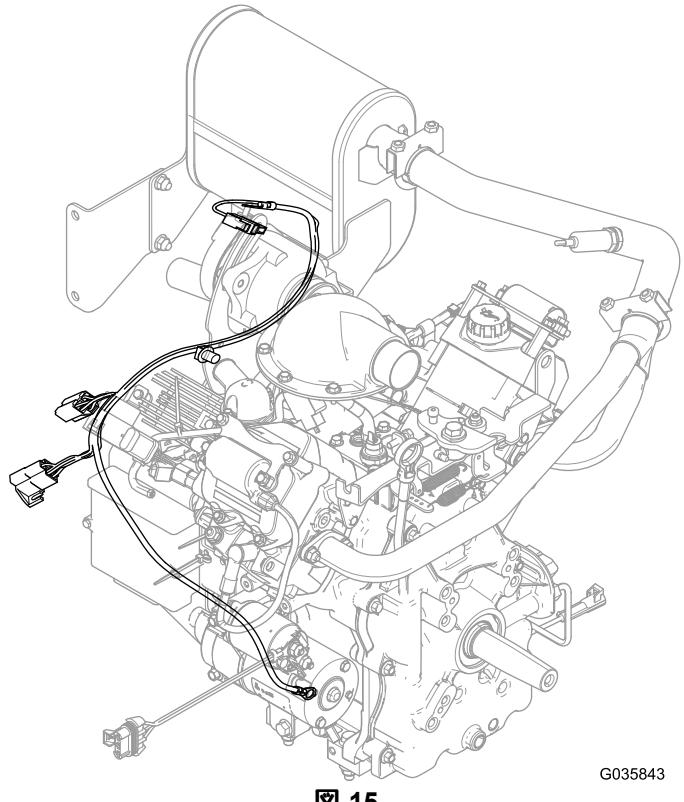

図 15
1. キットのワイヤーハーネスをオルタネータに接続する図15。
4. プラスの端子リングをスタータのプラス端子に取り付ける図15。